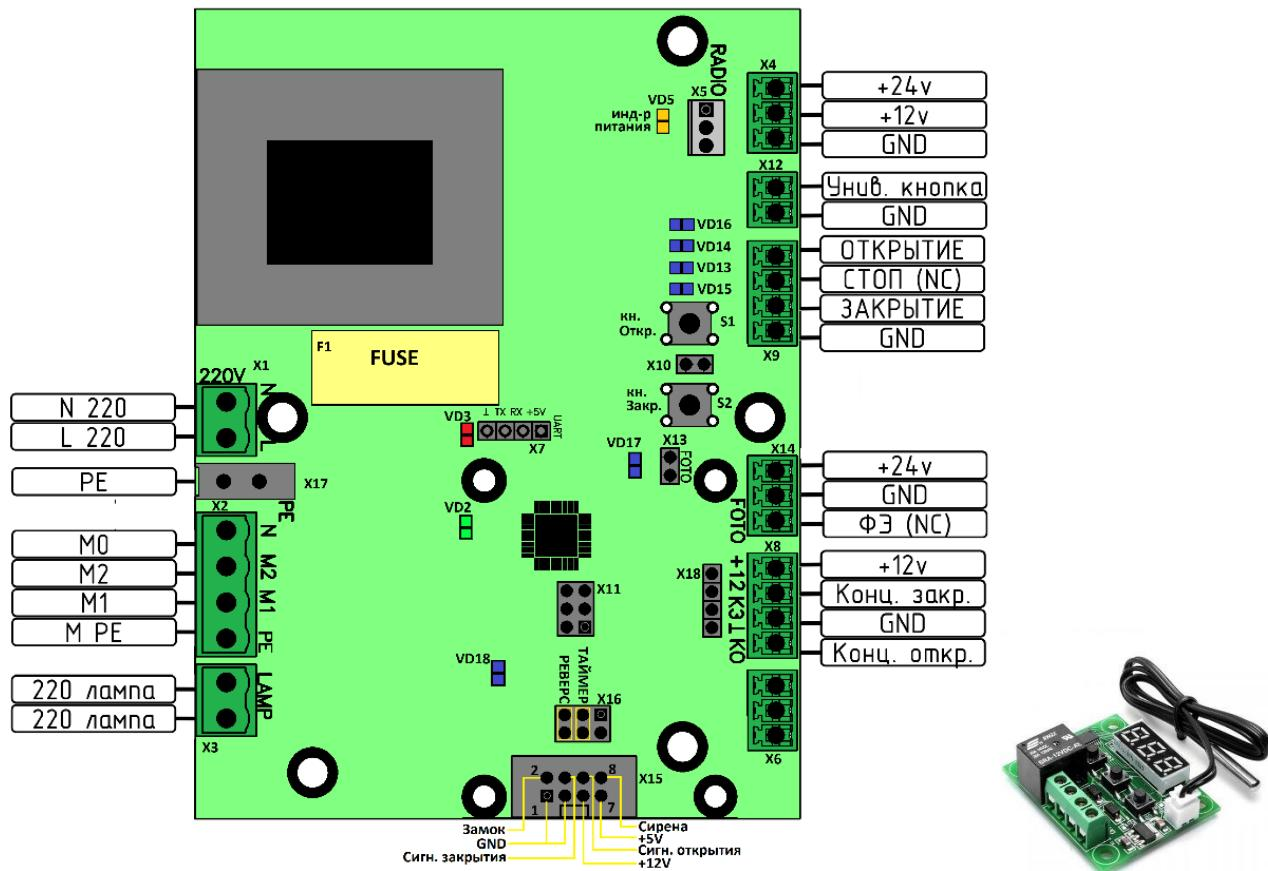

Рисунок 16
Питание шлагбаума однофазное, подключается к разъему X1, (см. Рисунок 16)
Фотоэлементы подключаются к разъему X14 (см. Рисунок 16). Питание фотоэлементов – 24В.
При срабатывании фотоэлемента во время закрытия – закрытие прекратится и шлагбаум откроется. При отсутствии фотоэлементов на переключателе X13 (см. Рисунок 16) должен быть установлен джампер. При отсутствии перемычки шлагбаум не будет закрываться.
Подключается к разъему **X9** (см. Рисунок 16)
3. Блок перейдет в режим настройки задержки таймера. Количеством миганий индикаторов открытия и закрытия (см. Рисунок 16) отобразится текущее время задержки в секундах кратное 5. (3 мигания – 15 секунд)